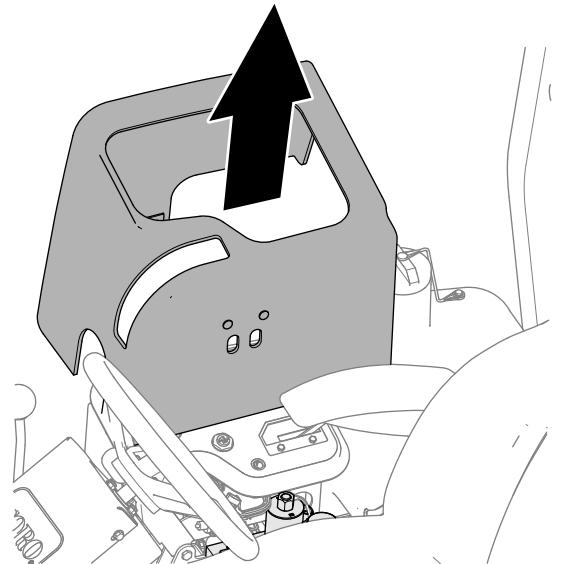

Figura 93
3. Sollevate la protezione del quadro a montaggio magnetico (Figura 93) per avere accesso al collettore del tosaerba.